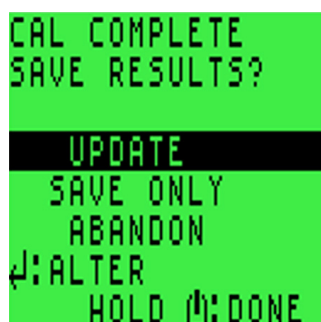

Рисунок 9-6: Экран CAL COMPLETE/SAVE RESULTS (завершение калибровки, сохранение результатов)
7. После успешного завершения калибровки можно сохранить результаты (см. Рисунок 9-6: Экран CAL COMPLETE/SAVE RESULTS \(завершение калибровки, сохранение результатов\))).